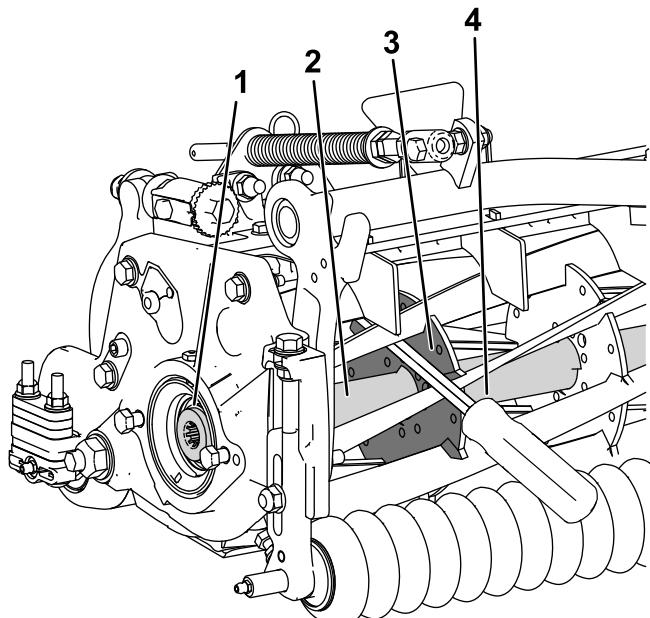

図 43
1. 長い柄のバール 9 mm x 30 cm 程度のドライバータイプのもの。握りのついているものがよいを用意する。バールは、トルク作業を行う側に近い側で、リールの前から差し込むようにする図 43。
2. リール補強版の溶接側からバールを入れる図 43 と、